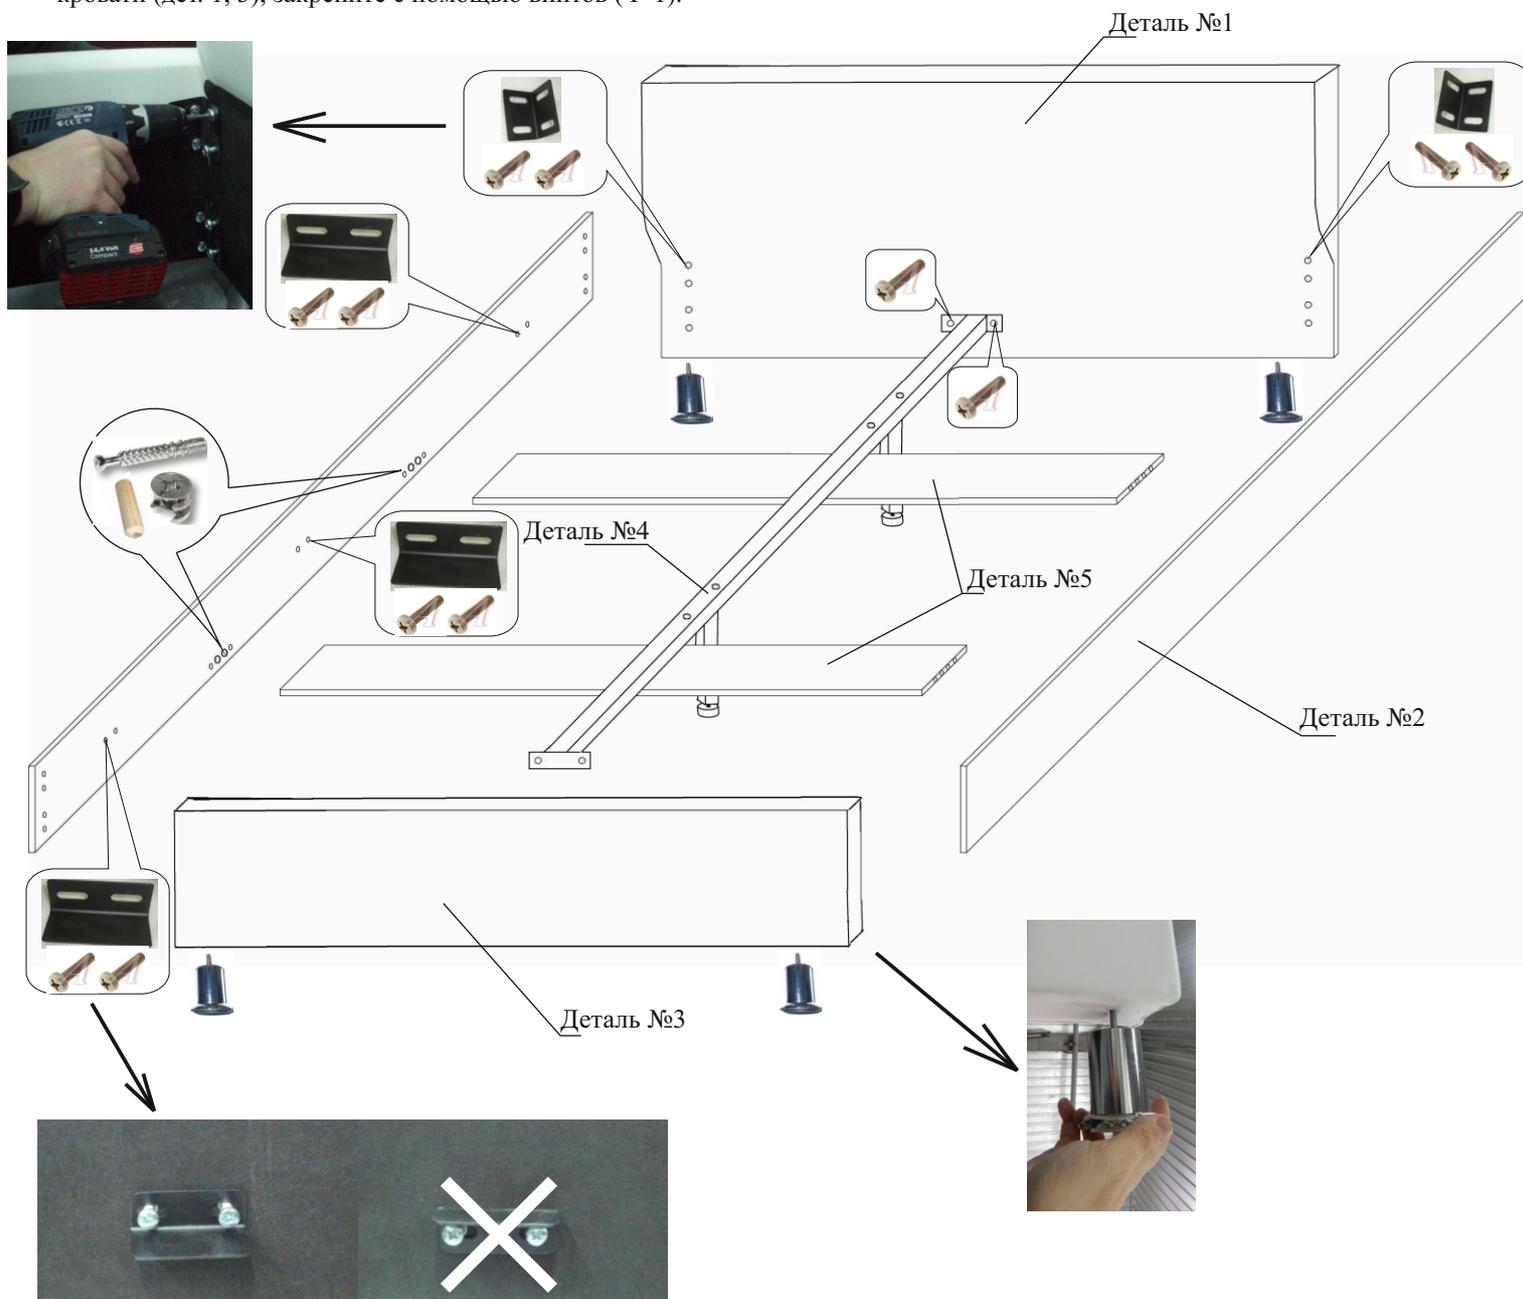

рис. 1 Сборка кровати
2. Вкрутите опоры (Ф-2) в отверстия на нижних торцах головной и ножной спинок кровати (дет. 1, 3) (**рис. 1**).
6. С помощью крепежных уголков (Ф-7) и винтов М8х25 (Ф-1) присоедините боковые царги кровати (дет. 2) к нижней части головной спинки (дет. 1). Аналогичным образом присоедините царги (дет. 2) к ножной спинке (дет. 3). В каждом из углов кровати должно быть по два крепежных уголка (Ф-7) (**рис. 1**).
7. Установите на каждую царгу кровати (дет. 2) по три опорных уголка (Ф-8), закрепите с помощью винтов (Ф-1) так, как это показано на **рис. 1**.